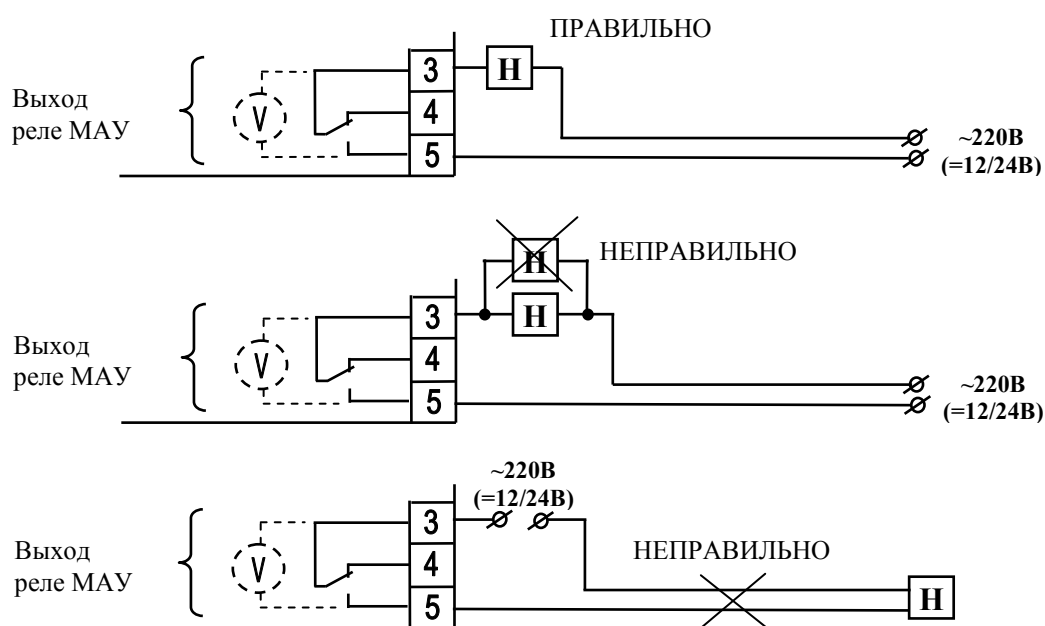

Рис.4. Особенности схемы подключения нагрузки к МАУ.
6.1.2. На рис. 4 показаны наиболее часто встречающиеся ошибки подключения нагрузки к контактам МАУ. На рисунке представлен также принцип контроля цепи управления, который условно может быть представлен как вольтметр, измеряющий напряжение между клеммами 3 и 5.
Как демонстрирует рис.4, МАУ обеспечивает контроль исправности цепи только одной подключенной нагрузки – обрыв цепи второй нагрузки обнаружен не будет.
При этом для эффективного контроля исправности нагрузки и цепи управления рекомендуется устанавливать МАУ вблизи нее (см. рис.2,3). При работе с удаленной нагрузкой, как показано на рис.4в, короткое замыкание в проводах, питающих нагрузку, обнаружено не будет.